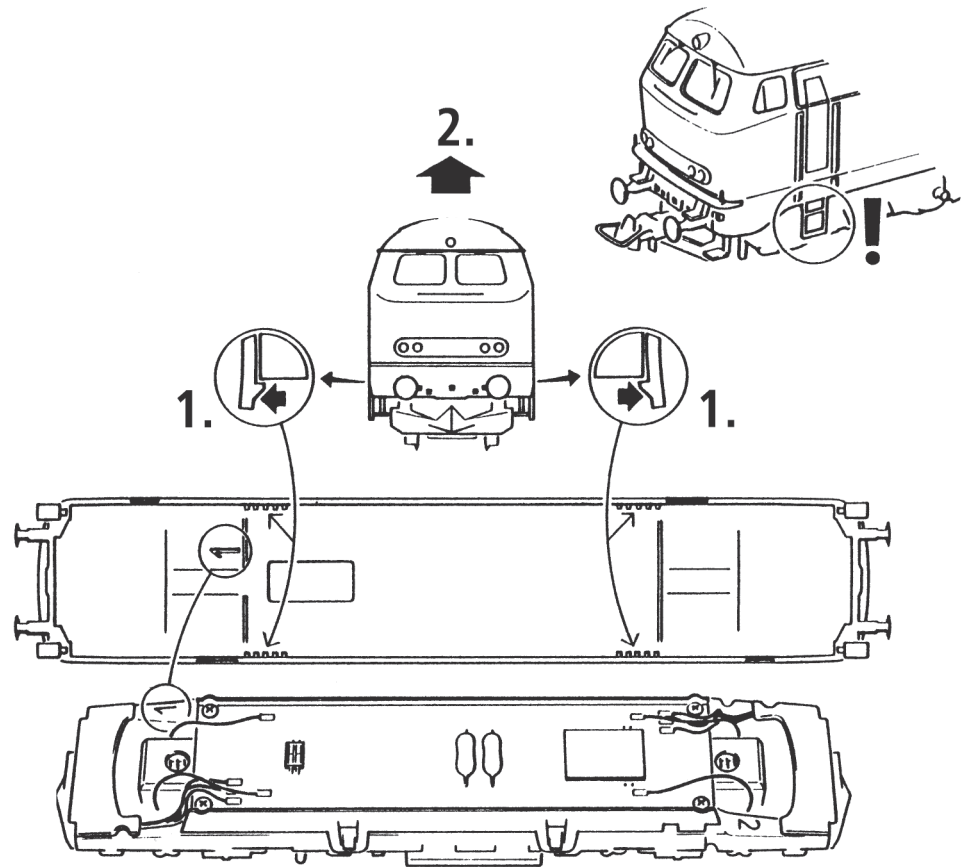

Fig. 4
**1. Reinigung der Radstromkontakte:** Radstromkontakte können auf unsauberen Schienen leicht verschmutzen. Entfernen Sie **vorsichtig** mit einem kleinen Pinsel **den Schmutz** an den in Fig. 4 gekennzeichneten Stellen.
**3. Haftreifenwechsel:** Zuerst den Getriebedeckel abnehmen (Fig. 4). Danach den **Radsatz** herausnehmen und die **Haftreifen** mit einer Nadel od. mit einem feinen Schraubendreher abziehen (Fig. 8). Beim Aufziehen der neuen Haftreifen darauf achten, dass diese sich nicht verdrehen.
**1. Cleaning of wheel contacts:** Wheel contacts easily get dirty on tracks which are not entirely clean. Use a small brush to **remove dirt** from spots marked in fig. 4.
**3. Change of traction tyre:** Remove the gear cover (fig. 4). Take out **wheel set** and remove **traction tyre** using a pin or a fine screwdriver (fig. 8). When pressing on the new traction tyre please **avoid twisting it**.
**1. Nettoyage des lames de courant aux roues:** Les lames de contacts risquent de s'encrasser rapidement sur des voies poussiéreuses. Veuillez **enlever la poussière** aux endroits marqués à la fig. 4 à l'aide d'un petit pinceau souple.
**3. Échange des bandages d'adhérence:** Démontez d'abord **le couvercle du carter des engrenages** des engrenages (fig. 4). Délogez ensuite les essieux bandagés et enlevez, à l'aide d'une aiguille ou d'un tourne-vis fin, les bandages d'adhérence (fig. 8). Lors du montage des nouveaux bandages veuillez veiller à ce que les bandages **ne soient pas tordus**.